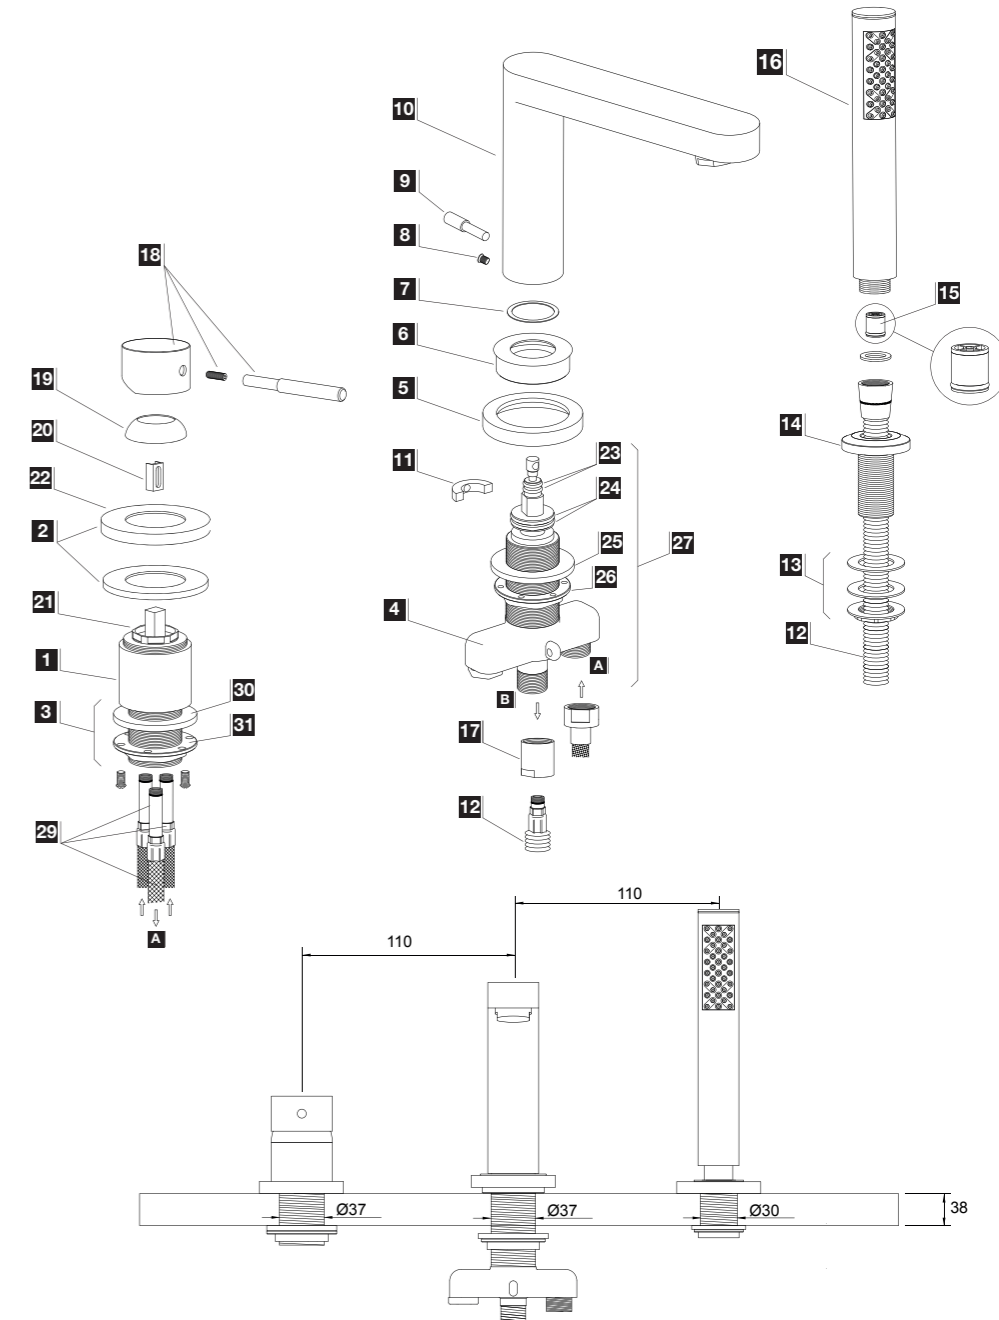

Fig.1
2 Colocar por la parte inferior de la loza el cuerpo distribuidor (4), en la rosca que sobresale por la parte superior, introducir el plafón (5) y enroscar la tuerca (6). A continuación situar el soporte (11) en la ranura del cuerpo distribuidor (4) tal y como se muestra en el esquema de montaje (Fig.1).
Por último, introduzca el flexo de ducha (12) en el orificio del soporte (14) y conéctelo en la salida central del cuerpo distribuidor (B), para ello será necesario utilizar el adaptador (17). Colocar la válvula antirretorno (15) en el mango de ducha. Atención a la posición correcta (fig.1). Enrosque el mango de ducha (16) con su junta de goma en el extremo del flexo de ducha (12).
Finally, introduce the flexible hose (12) into the holder (14) and thread it underside into the central outlet of diverter body (B), to thread it use the adapter (17). Introduce the check-valve (15) into the hand-shower (16), take care that the valve is in the correct position (see fig. 1). Thread the hand-shower (16) to the flexible hose (12), remember to put the flat joint.